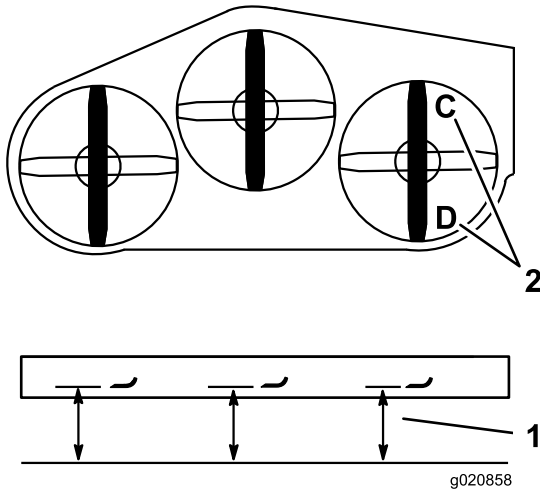

Figure 83
1. Tournez la lame droite dans le sens longitudinal (Figure 83).
2. Mesurez et notez la distance au point **C** entre la surface plane et le tranchant de la pointe de la lame droite (Figure 83).
3. Mesurez et notez la distance au point **D** entre la surface plane et le tranchant de la pointe de la lame droite (Figure 83).
Remarque: La lame doit être plus basse de 6 à 10 mm au point **C** qu'au point **D** (Figure 83). Si ce n'est pas le cas, passez aux opérations suivantes.
2. Tournez la lame droite dans le sens longitudinal (Figure 83).